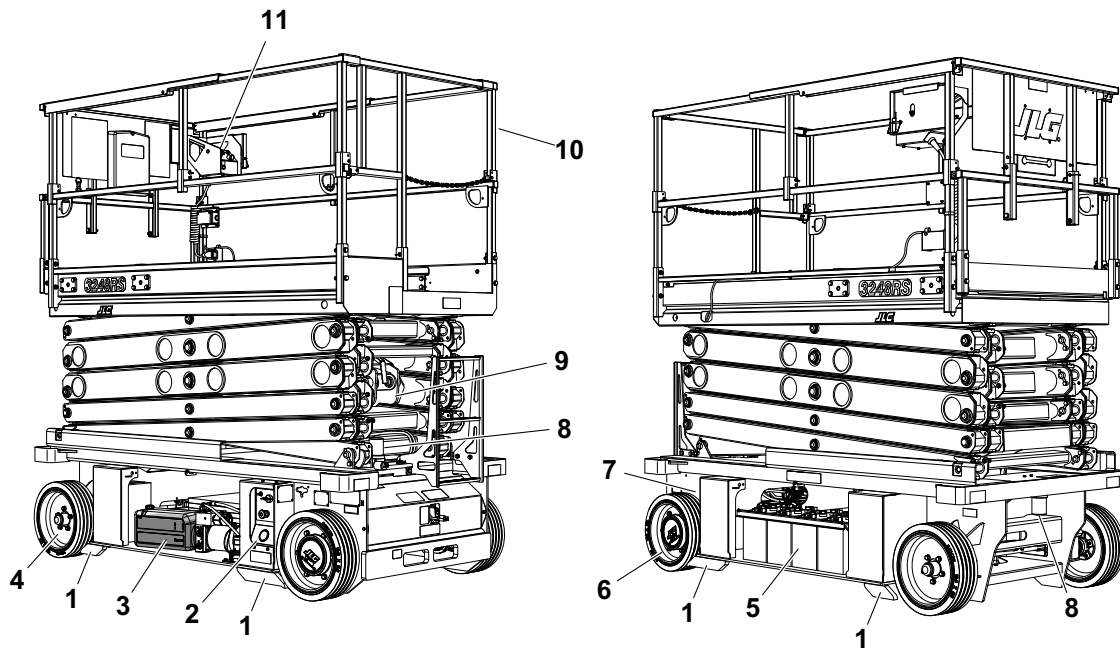

Figura 2-1. Inspeção Visual Diária (Tampas Laterais Removidas) - Todas as Máquinas
5. **Inspeção Visual** – Consulte a Figura 2-1, na página 2-7.
Inicie a “Inspeção Visual” do item 1; consulte a Figura 2-1. na página 2-7. Continue verificando cada item na sequência quanto às condições descritas na seguinte lista de verificação.